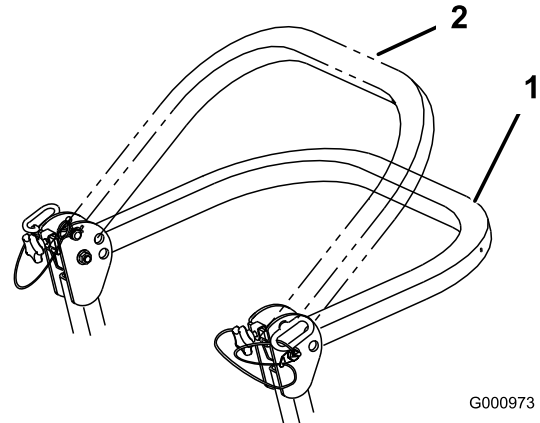

Bild 6
3. Senken Sie den Überrollbügel in die abgesenkte Stellung. Es gibt zwei abgesenkte Stellungen. Die Stellungen finden Sie in Bild 6.